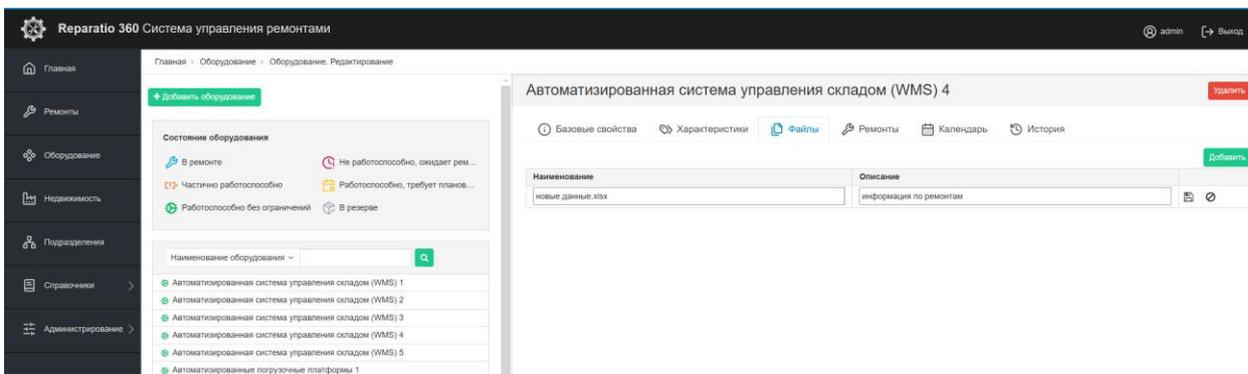

Рисунок 39. «Оборудование. Файлы»
□ **Файлы** – на вкладке реализована возможность хранения документов и фотографий (см. рисунок 39).